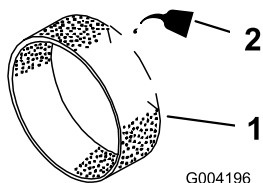

Figura 41
3. Ponga de 3 a 6 cl de aceite en el prefiltro (Figura 41).